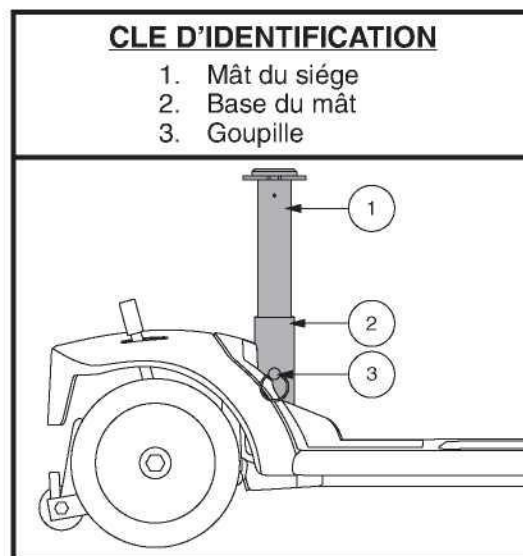

Figure 26. Réglage de la hauteur du siège
La hauteur du siège peut être réglée à volonté. Voir la figure 26.
2. Retirez le mât du siège du Travel Scooter en retirant la goupille de détente de la partie inférieure du mât du siège, puis soulevez le mât vers le haut et enlevez-le du Travel scooter. **Voir la figure 26.**